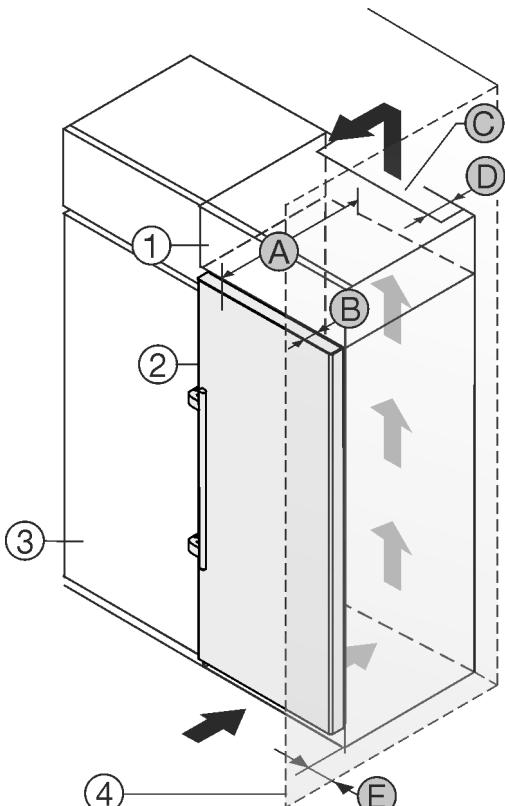

Fig. 2
Můžete přístroj nainstalovat přímo vedle kuchyňské skříny Fig. 2 (3).*
Na zadní straně nástavné skřínky musí být větrací šachta hluboká Fig. 2 (D) přes celou šířku nástavné skřínky.*
Pod stropem místnosti musí být dodržen ventilační průřez Fig. 2 (C).*
Když přístroj instalujete závesy vedle stěny Fig. 2 (4), musí být vzdálenost mezi přístrojem a stěnou minimálně 57 mm. To odpovídá přesahu madla při otevřených dveřích.*
Aby bylo možné dvířka plně otevřít, musí přístroj přesahovat o hloubku dvírek Fig. 2 (B) vůči přední linii kuchyňské skřínky. V závislosti na hloubce kuchyňských skříněk Fig. 2 (3) a použití vymezovačů odstupu od stěny může přístroj vyčnívat dále.*